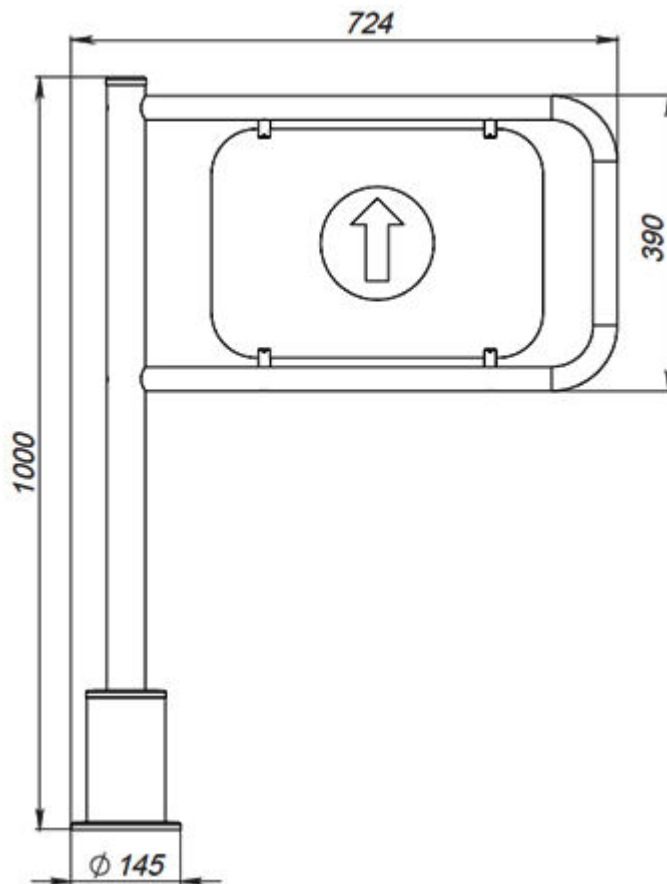

Рисунок 1 – Габаритные размеры изделия
3.3.4 Рисунок 1 – габаритные размеры изделия для ширины прохода 600 мм.